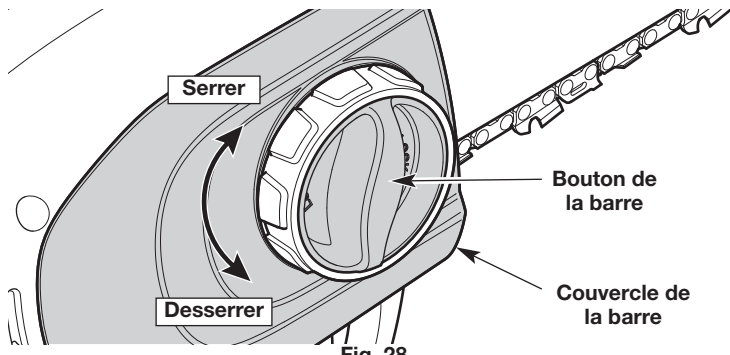
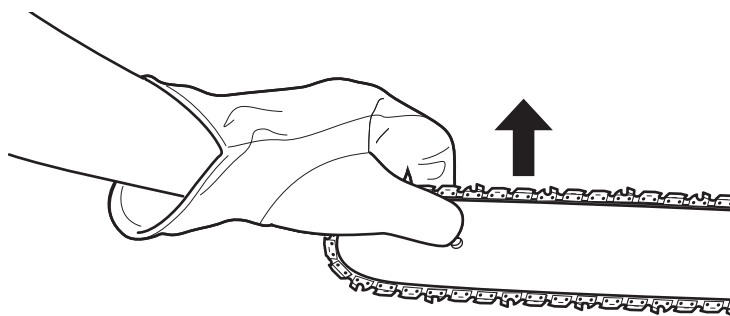
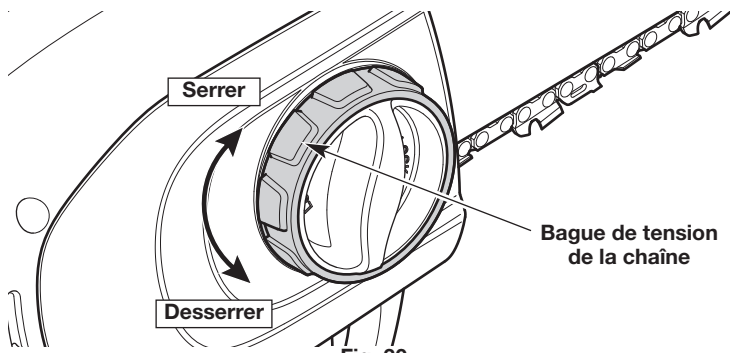
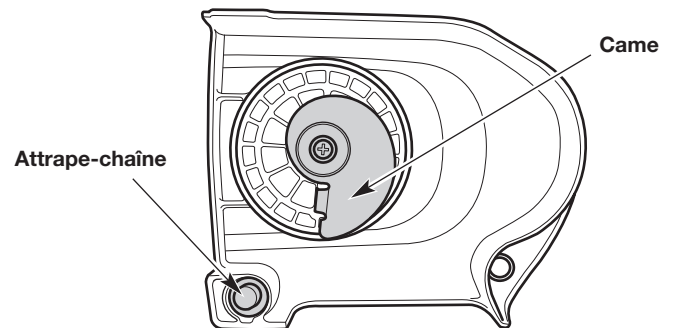

Fig. 28
Fig. 29
Fig. 30
Fig. 35
**REMARQUE :** Une nouvelle chaîne tend à se détendre et à nécessiter un réajustement après aussi peu que cinq (5) coupes. Ceci est normal pendant la période de rodage. L'intervalle entre les futurs ajustements s'allongera rapidement.
1. Tourner le bouton de la barre dans le sens antihoraire pour desserrer légèrement le revêtement de la barre (Fig. 28). **NE PAS** retirer le revêtement de la barre.
2. Maintenir la barre de guidage tournée vers le haut (Fig. 29) et tourner la bague de tension de la chaîne pour régler la tension (Fig. 30).
3. Continuer à maintenir la barre de guidage tournée vers le haut (Fig. 29). Tourner le bouton de la barre dans le sens horaire pour serrer légèrement le revêtement de la barre (Fig. 28).
1. Tourner le bouton de la barre dans le sens antihoraire pour desserrer le revêtement de la barre (Fig. 28).
5. Tourner la bague de tension de la chaîne (Fig. 30) jusqu'à ce que la came à l'intérieur du revêtement de la barre se trouve dans la position illustrée (Fig. 35).
6. Placer le revêtement de la barre sur le logement du moteur. S'assurer que le capteur de chaîne est correctement enfoncé dans l'orifice du logement du moteur (Fig. 35).
7. Tourner la bague de tension de la chaîne (Fig. 30) dans le sens horaire jusqu'à ce que le revêtement de la barre soit relié au logement du moteur et que la barre de guidage commence à se bouger vers l'avant.
8. Tourner le bouton de la barre dans le sens horaire pour serrer légèrement le revêtement de la barre (Fig. 28). **NE PAS** serrer complètement le bouton de la barre.
10. Maintenir la barre de guidage tournée vers le haut (Fig. 29). Tourner le bouton de la barre dans le sens horaire pour serrer légèrement le revêtement de la barre (Fig. 28).